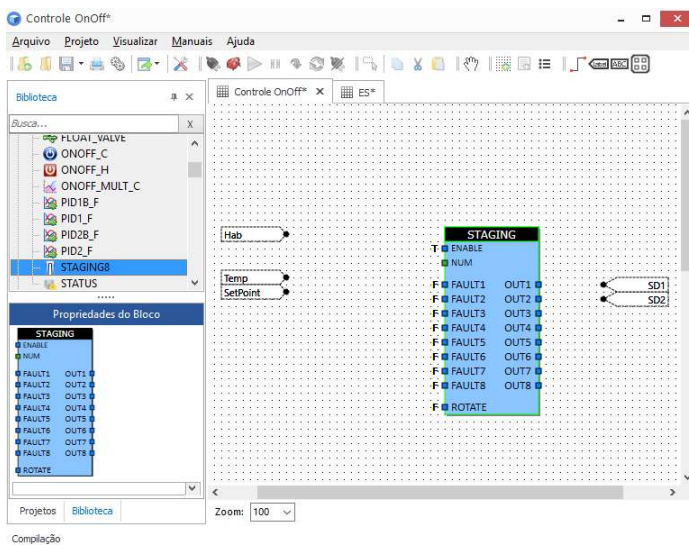

Figura 10
2. Busque o bloco Staging8 na categoria "Controle" e o arraste para o diagrama; (Figura 10)